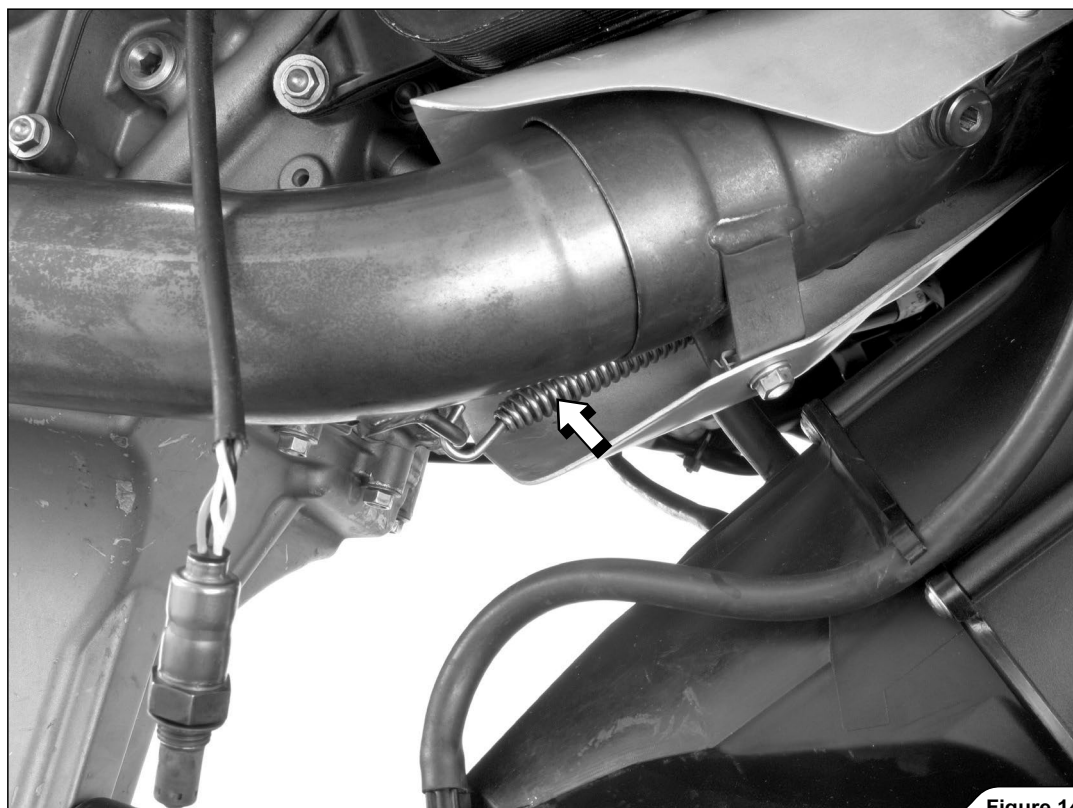

Figure 14
4. Décrocher le ressort indiqué du collecteur avant (Figure 14).
4. Die angegebene Feder des vorderen Krümmers aushaken (Figure 14).